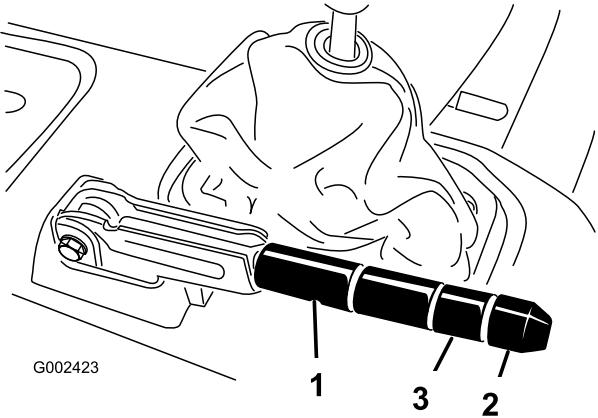

Bild 68
2. Lockern Sie die Stellschraube, mit der das Handrad am Feststellbremshebel befestigt ist (Bild 68).